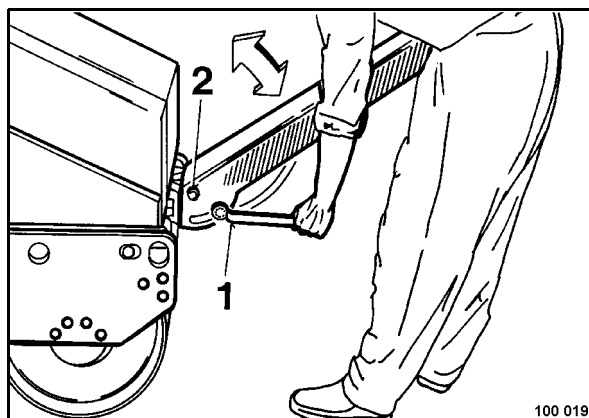

Fig. 14
- Soltar los tornillos hexagonales 2 (Fig. 14) en la derecha e izquierda.
- Soltar los tornillos hexagonales (1) en la derecha e izquierda únicamente de modo que la barra de tracción puede ajustarse a la altura de trabajo.